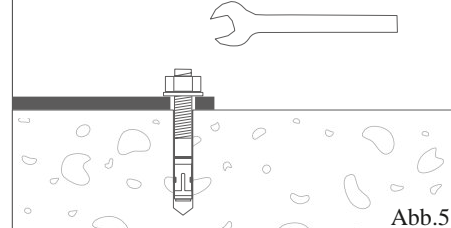

Abb.5
- 7 Ziehen Sie nun jeweils die Sechskantmutter mit dem 19 mm Maulschlüssel mit einem Drehmoment von 60 Nm an. Dabei wird der Konusbolzen in den Spreizclip gezogen und verspannt diesen gegen die Bohrlochwand (Abb. 5). Als zweite Mutter sollten Sie die diagonal gegenüberliegende verwenden. Anschließend können Sie die vier Hutmutter zusätzlich auf die Bolzen mit der Sechskantmutter aufschrauben.
- 8 Falls Sie die optional erhältliche Diebstahlsicherheitsmutter verwenden, entfernen Sie vor Schritt (7) die Sechskantmutter und schrauben Sie die Diebstahlsicherheitsmutter stattdessen auf. Setzen Sie für die Diebstahlsicherheitsmutter das Spezialwerkzeug ein und ziehen Sie die Mutter mit 60 Nm fest.